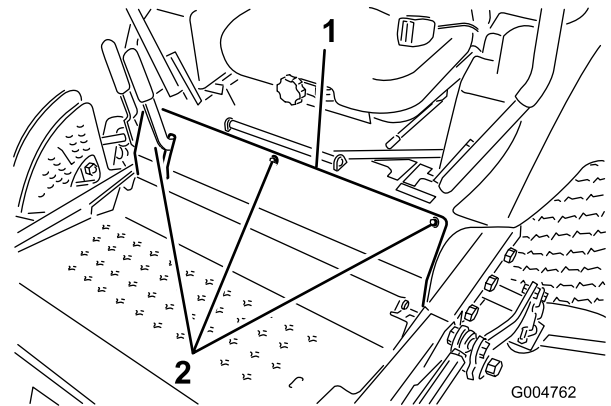

図 64
- 前パネルを止めているボルトを外して前パネルを外す(図 64)。